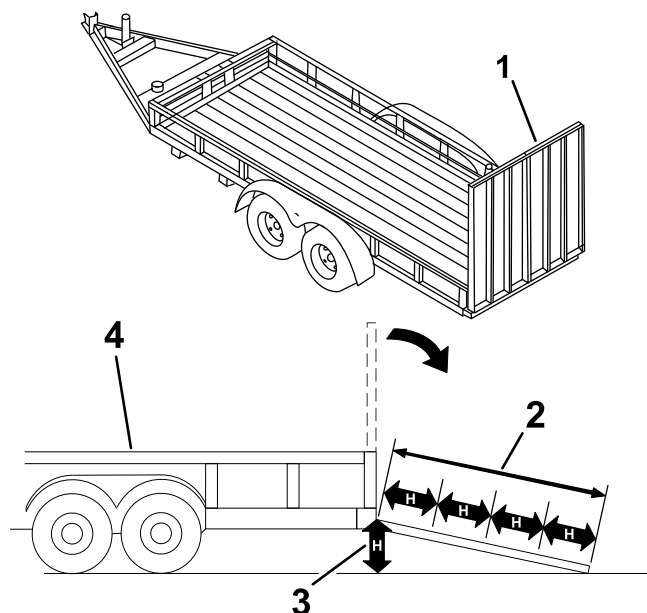

Рисунок 11
При погрузке машины на прицеп или грузовик возникает повышенная вероятность опрокидывания, что может привести к получению тяжелой травмы или гибели (**Рисунок 11**).
3. Опустите наклонный въезд (Рисунок 11).